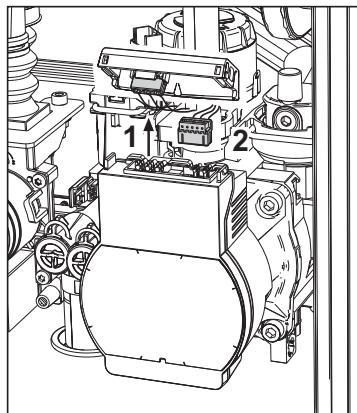

fig. 37
- Deconectați de la electricitate pompa de circulație deblocând conexiunile și ridicând elementul “1” din fig. 37.